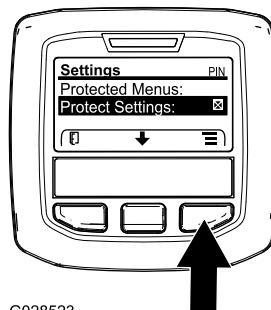

図 28
- 保護メニューにアクセスし、サブメニューのロックを解除する 図 28 アクセス制限付きメニューへのアクセス \(ページ 20\) を参照。